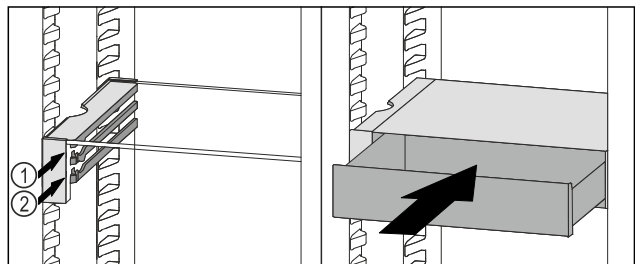

Fig. 100
- ▶ Поставете чекмеджето на VarioSafe зад ограничителите върху желаното ребро Fig. 100 (1) или Fig. 100 (2).